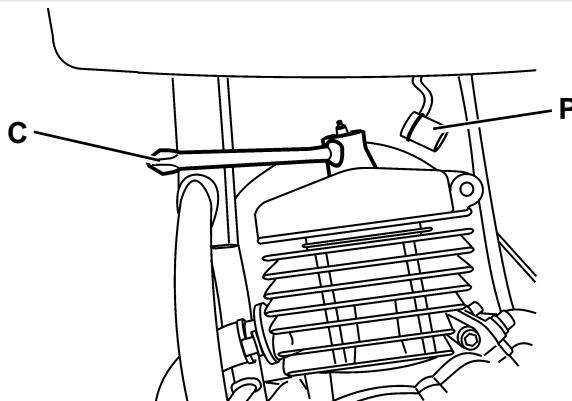

Fig. 18
Per la rimozione della candela a motore spento procedere come illustrato in fig.18: togliere il cappuccio candela (Rif. P) e estrarre la candela dalla sua sede svitandola in senso antiorario con l'apposita chiave in dotazione (Rif. C); successivamente eseguire le operazioni precedentemente descritte.
Die Zündkerze wird laut Abbildung 18 bei ausgeschaltetem Motor entfernt: den Kerzenstecker (P) abnehmen und die Zündkerze mit Hilfe des mitgelieferten Kerzenschlüssels gegen den Uhrzeigersinn herausdrehen (C); dann die zuvor beschriebenen Schritte durchführen.
Procedure for removing the sparking plug while the engine is not running – see fig.18: remove the plug cap (Ref.P) and extract the plug from its seat, unscrewing it anti-clockwise with the supplied spanner (Ref.C) – then, carry out the operations we described previously.
Pour enlever la bougie lorsque le moteur est à l'arrêt, intervenir selon les indications de la fig.18. Enlever le capuchon de la bougie (Réf. P) et extraire la bougie de son logement en la dévissant dans le sens inverse des aiguilles d'une montre à l'aide de la clef fournie en standard (Réf. C). Effectuer ensuite les opérations décrites ci-dessus.
Para quitar la bujía, proceder, con el motor apagado, como se ilustra en la fig. 18: quitar el capuchón de la bujía (Ref. P) y sacar la bujía de su alojamiento desenroscándola en sentido contrario a las agujas del reloj con la llave para ello suministrada (Ref. C); a continuación realizar las operaciones antes descritas.